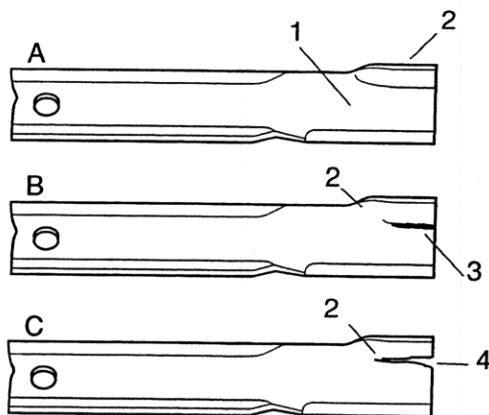

Figure 6
1. Examiner attentivement les tranchants de la lame, particulièrement au point de jonction de la partie plate et de la partie recourbée. (Fig. 6-A). Le sable et les matériaux abrasifs peuvent user le métal qui relie ces deux parties de la lame, aussi vérifier l'état de cette dernière avant d'utiliser la tondeuse. Remplacer la lame si elle semble usée (Fig. 6-B).
Si la lame est usée, une fente se forme entre le bord relevé et le plat de la lame (Fig. 6-C), à la suite de quoi un morceau de lame peut se briser et être éjecté de sous le carénage et causer des blessures corporelles graves.